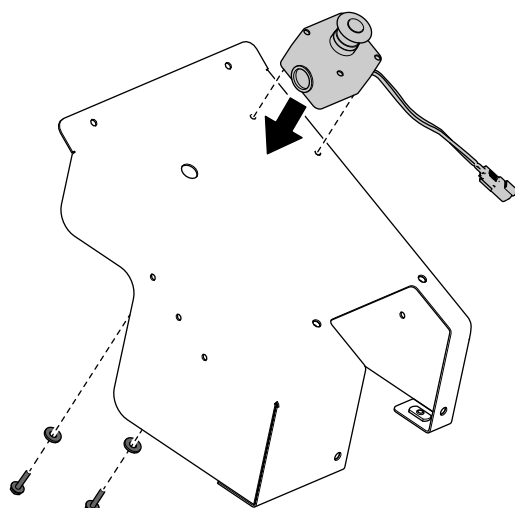

Figure 10
9. Montez le bouton d'arrêt d'urgence retiré précédemment sur le couvercle (Figure 10).